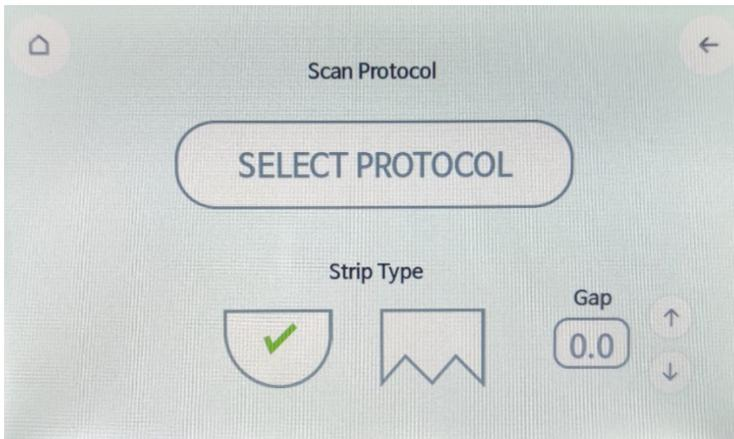

Abbildung 11. Plattenauswahlmenü der Touchscreen-Bedienoberfläche des IndiMag 48s – zur Auswahl des verwendeten Kunststoffmaterials.
2. Wählen Sie den Plattentyp. Vergewissern Sie sich, dass der U-Well-Streifentyp ausgewählt wird. Passen Sie den Abstand nicht an. Tippen Sie auf „Select Protocol“ (Protokoll auswählen), um das Protokollauswahlmenü zu öffnen. Details siehe Abbildung 11 unten.